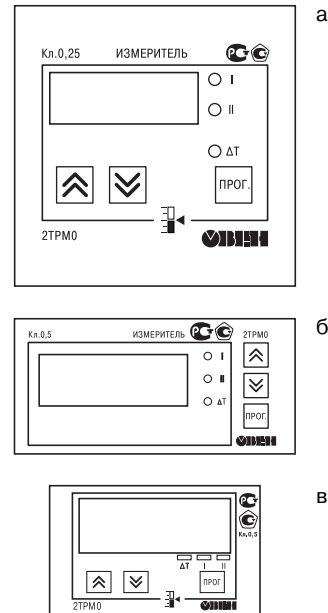

Рис. 9
3.2.5. На рис. 9, а приведен внешний вид лицевой панели прибора 2ТРМО для корпусов настенного Н и щитового крепления Щ1, на рис. 9, б – щитового Щ2, на рис. 9, в – DIN-реечного Д.